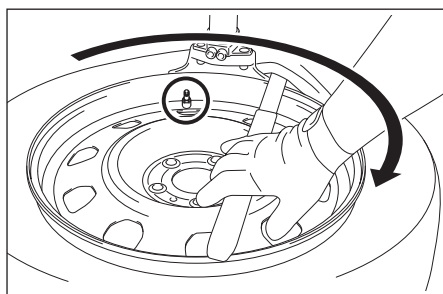

Fig. 2
5. Cuando desmonte el neumático de la llanta, el sensor debe estar un poco más adelante que el cabezal de la desmontadora de neumáticos. El neumático se debe desmontar sin hacer contacto con el sensor ya que este se puede dañar. (ver Fig. 2)